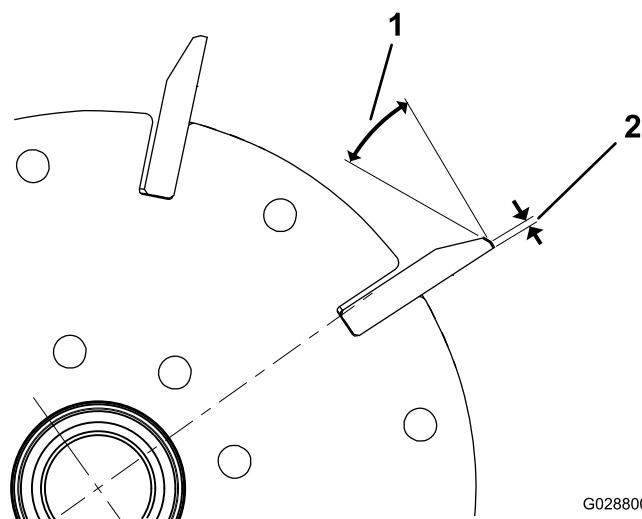
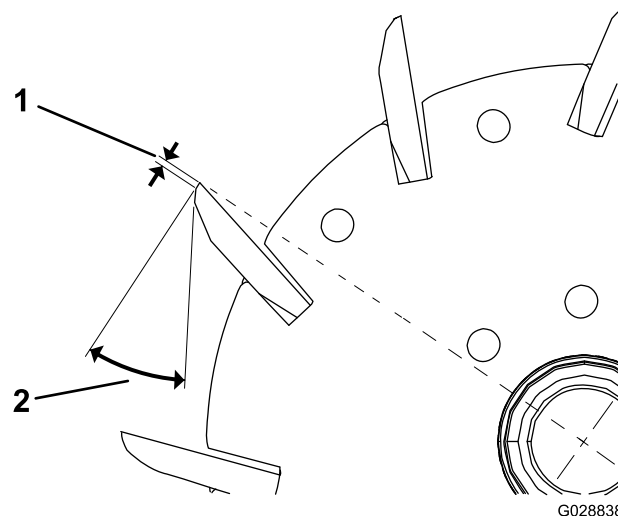

Figura 22
Figura 23
1. Aplique uma amolação de retificação de 30 graus em todas as lâminas do cilindro até que a folga tenha uma largura de 1,3 mm (Figura 22 e Figura 23).